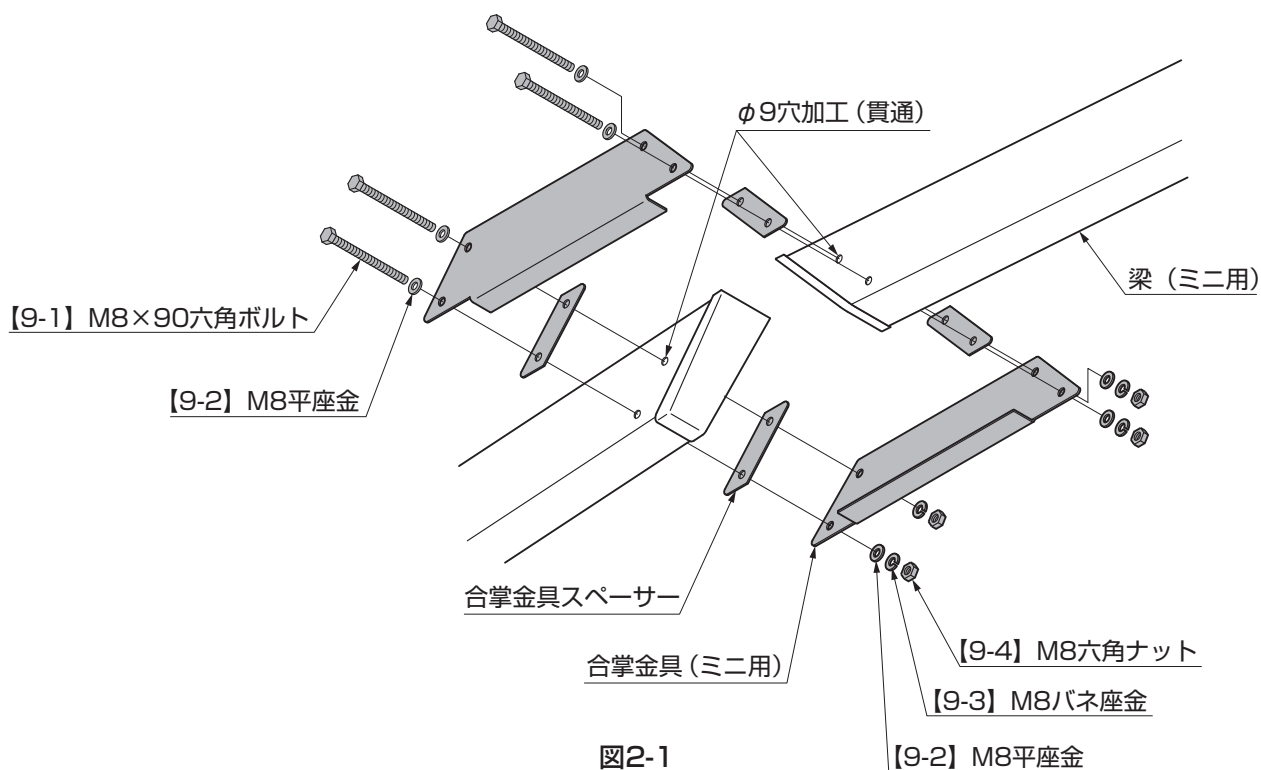

図2-1
- ①合掌金具の上部穴位置を梁へケガいてください。(図2-1参照)
- ③柱梁を組立てて建込み、梁のプッシュボタンを外した後、梁と梁を合掌金具と合掌金具スペーサーで取付けてください。(図2-1参照)